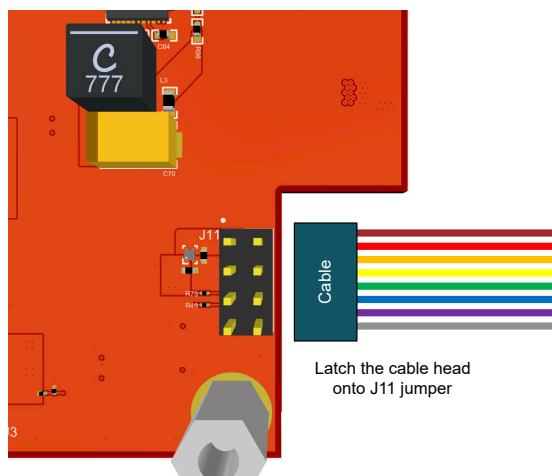

図 4-3. J11 ヘッダへのリボン ケーブル接続
2. TPS25751EVM と BQ25756 (E) EVM の J7 嵌合コネクタを互いに接続します。
3. TPS25751EVM の底面で、図 4-3 に示すようにリボンケーブルを J11 ヘッダに取り付けます。